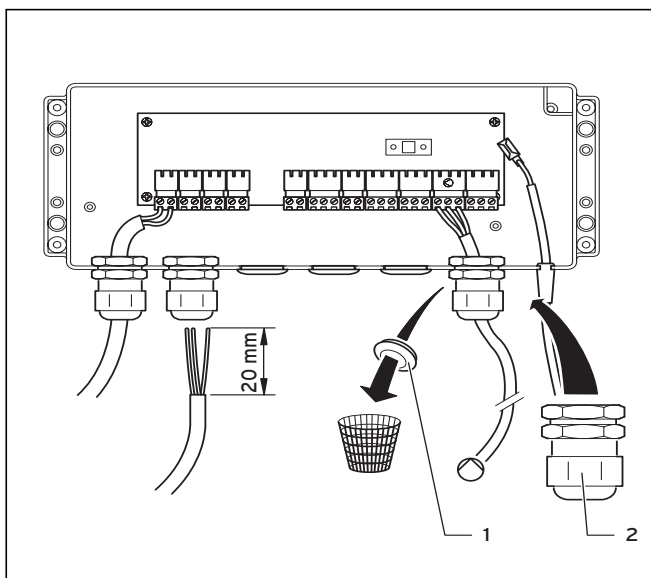

Fig. 5.4 Vista box collegamenti elettrici
- Se necessario, sostituire i tappi ciechi (1) con i raccordi a vite per cavi forniti (2), o viceversa.
- Far passare i cavi attraverso i pressacavi ed introdurli nella scatola dei cavi (fig. 5.4).